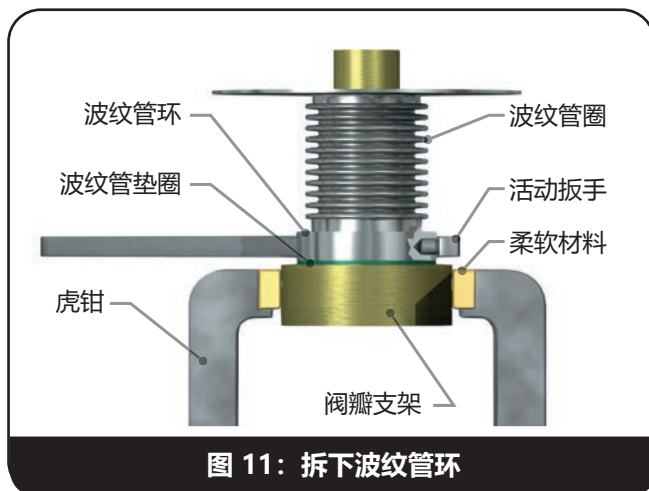

图 11: 拆下波纹管环
9. 对于 D 和 E 阀, 取下限位垫圈和带阀序列号的标签。如果是波纹管 D 或 E 阀, 倾斜阀瓣支架波纹管组件并滑出限位垫圈。波纹管通过右手螺纹连接到阀瓣支架上。用销钉扳手卡在波纹管环上, 逆时针转动以松开波纹管 (图 11)。波纹管圈是非常薄的金属, 因此应始终小心以防损坏。拆下波纹管垫圈。